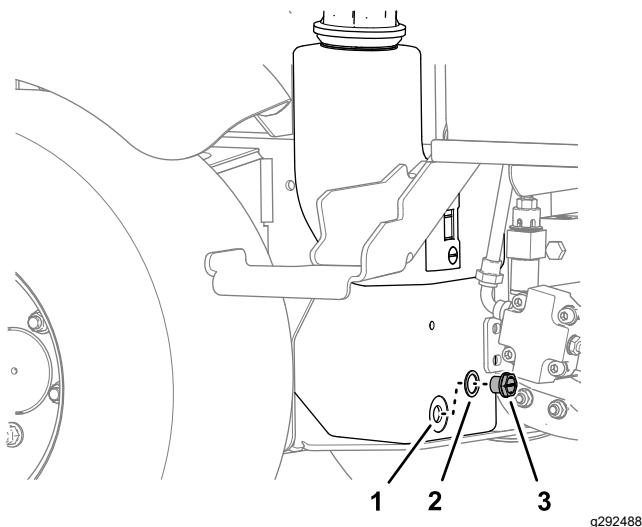

Figure 88
3. Placez un bac de vidange sous le réservoir hydraulique, retirez le bouchon de vidange du réservoir et vidangez tout le liquide hydraulique (Figure 88).